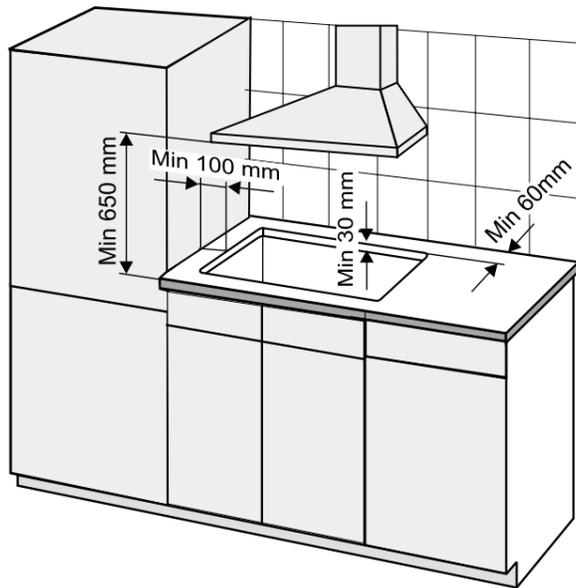

Fig. 4
- La table peut être montée dans le plan de travail d'épaisseur de 30mm au minimum (fig. 4). Le plan de travail devrait être résistant à la température élevée.
- Les meubles avoisinant la table devraient être éloignés d'au moins de 100mm de la table (fig. 4).